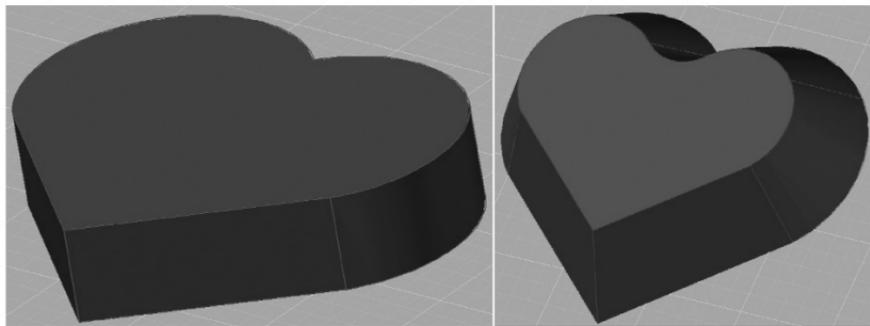

Рис. 7.17. Твердотельные модели, созданные методом **Extrude** (Выдавливание)
- на запрос выбираете фигуру, далее задаете высоту выдавливания, например, 40 (результат представлен на рис.7.17, слева).
- задаете угол заострения 30 и высоту выдавливания 40. Результат представлен на рис. 7.17, справа.